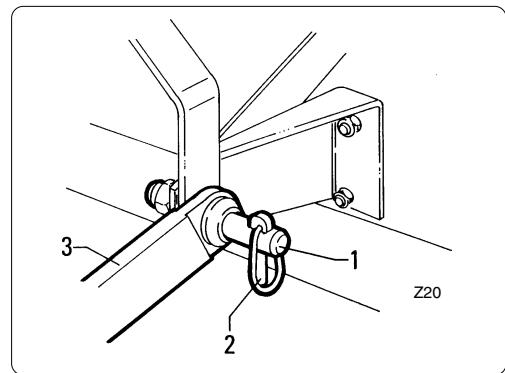

fig. 4.1.1
- Fissarli inserendo le relative copigli di sicurezza "2" fig. 4.1.1.